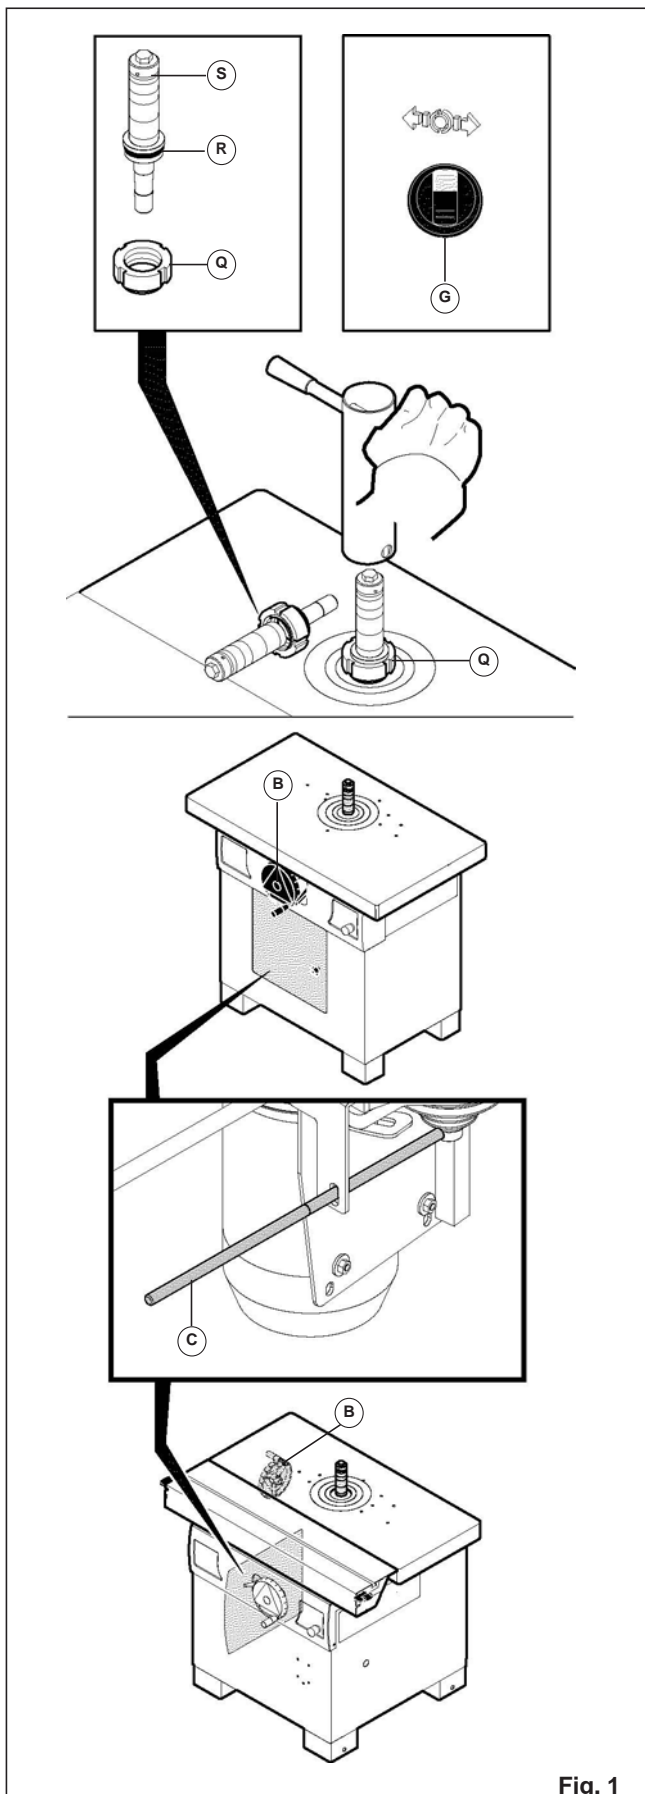

Fig. 1
5.1.1 Utbytbar frässpindel – Montering (fig. 1)